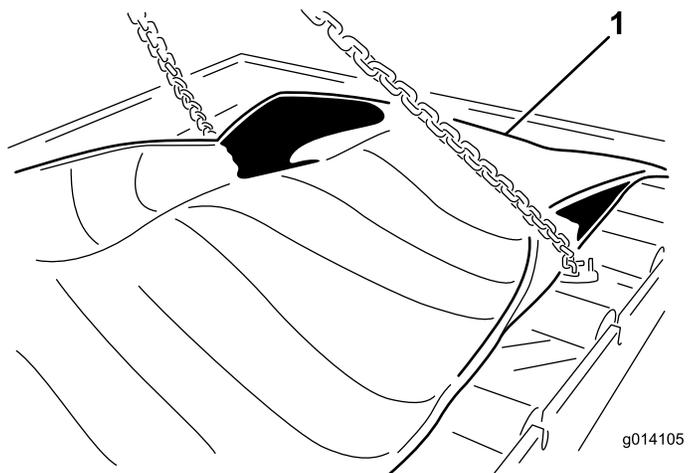

Figura 54
23. Retire los 24 pernos para liberar el casete (Figura 54).